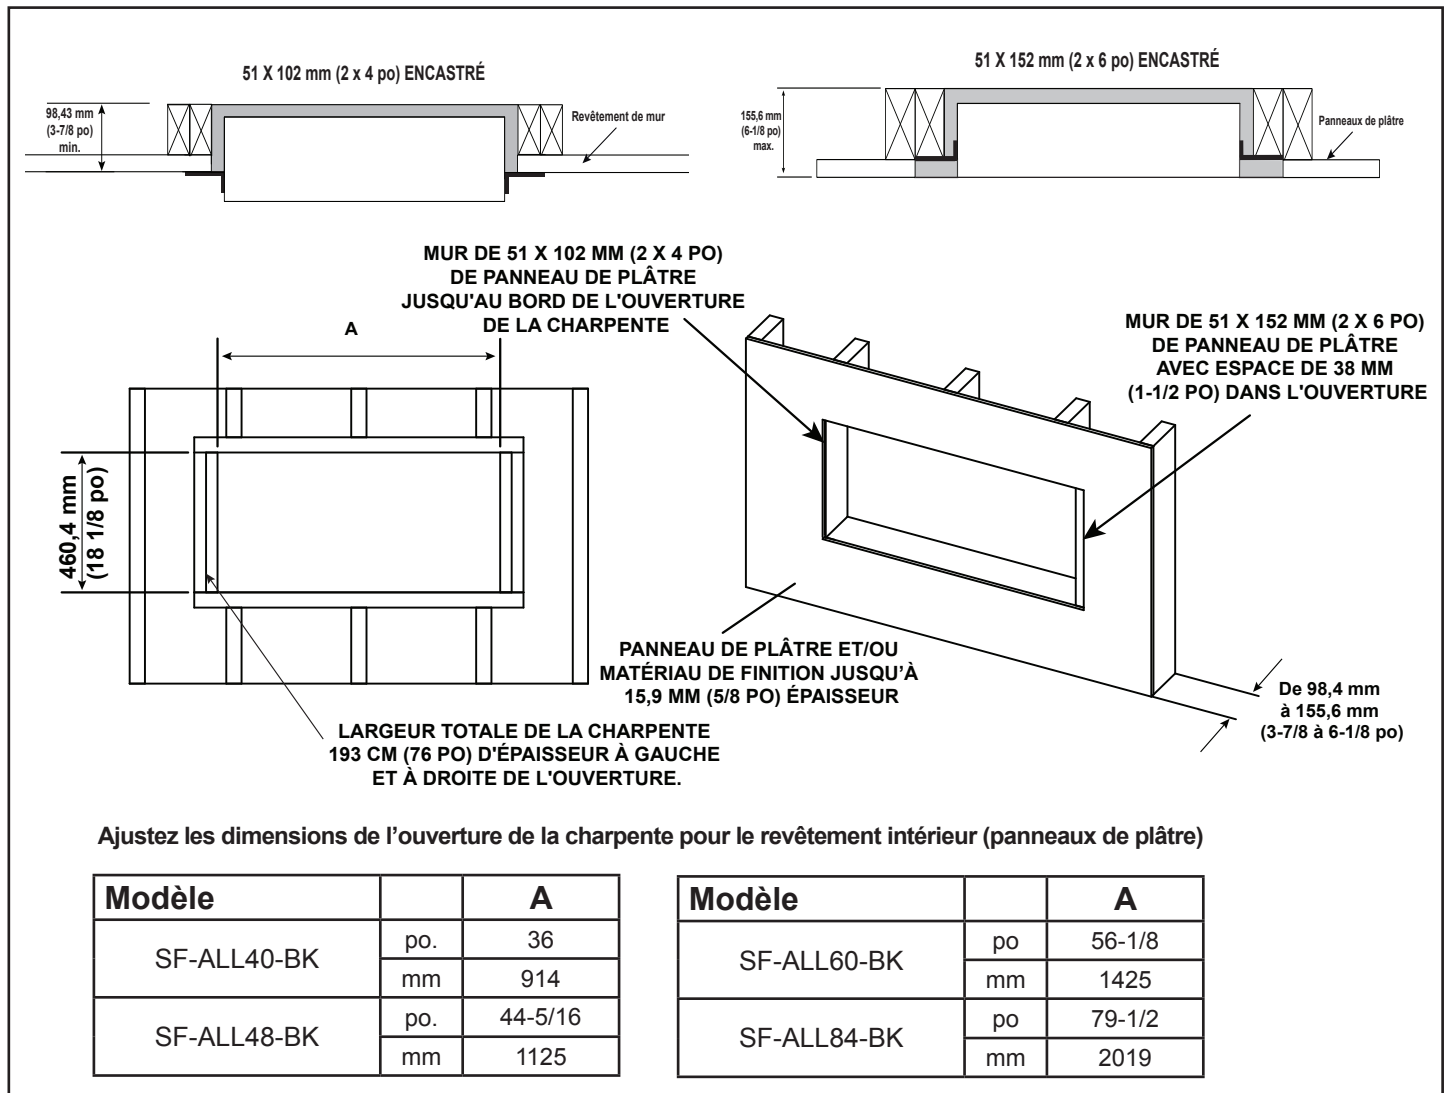
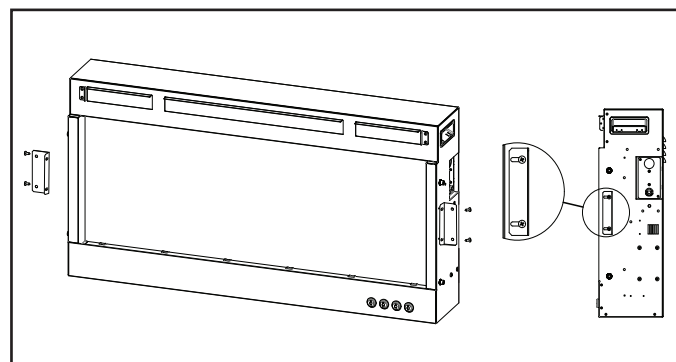

Figure 4.1 Charpente et finition murale pour installation encastrée
Figure 4.7 Fixation des supports de fixation pour montage encastré Dans une charpente de 51 x 102 mm (2 x 4 po)
1. Terminer la construction du mur selon les exigences dans la figure 4.1.
La largeur de l'encadrement de chaque côté de l'ouverture doit être de 76,2 mm (3 po.) avec une charpente de 38 mm (1-1/2 po) sur les côtés gauche et droit de l'ouverture exposée. Ceci est nécessaire pour la finition du panneau mural et pour fixer l'appareil dans l'ouverture. Voir la figure 4.1.
Laissez 38 mm (1-1/2 po) de bois exposé après la finition du panneau mural. Voir les figures 4.1 et 4.6.
La largeur de l'encadrement de chaque côté de l'ouverture doit être de 76,2 mm (3 po.). Ceci est nécessaire pour la finition du panneau mural et pour fixer l'appareil dans l'ouverture. Voir les figures 4.1 et 4.8.
Les panneaux muraux doivent arriver au bord de l'ouverture de la charpente. Voir les figures 4.1 et 4.8.
2. Installer les supports de fixation sur le côté droit et gauche de l'appareil. Si nécessaire, retirez les supports de fixation et réorientez-les sur la position d'un encadrement de 51 x 102 (2X4). Voir les figures 4.1 et 4.7. Fixez chaque support de fixation à l'appareil à l'aide de deux (2) vis et rondelles ST4X40. Voir la figure 4.7 pour la bonne orientation du support.